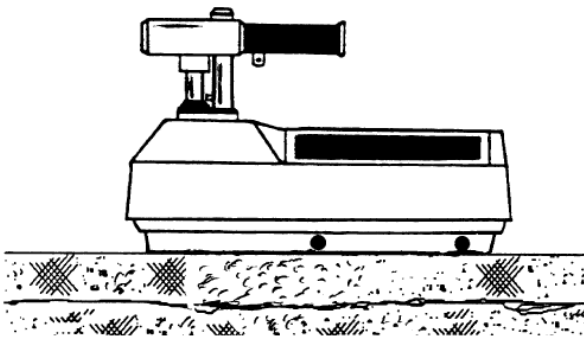

Figure 1
- . (Figure 1) Position sécurité, obturateur tungstène fermé, hors opération.
Pour effectuer une mesure, l'opérateur doit placer l'appareil sur la surface à tester et initialiser un comptage à l'aide du calculateur. A la fin du comptage les résultats seront affichés directement. La mesure s'effectue en mode rétrodiffusion (Enrobés ou béton) – Figure 1 . La tige porte source est positionnée au contact du sol (obturateur ouvert)